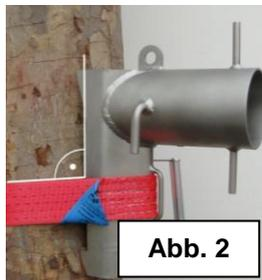

Abb. 2
2. Da das Gerät mit nur einem Spangurt befestigt wird, muss der Einbau des Gurtes sehr sorgfältig geschehen: Vom Gerät aus gesehen muss das Band waagrecht verlaufen. (Abb. 2) Es kann auch leicht abfallen.